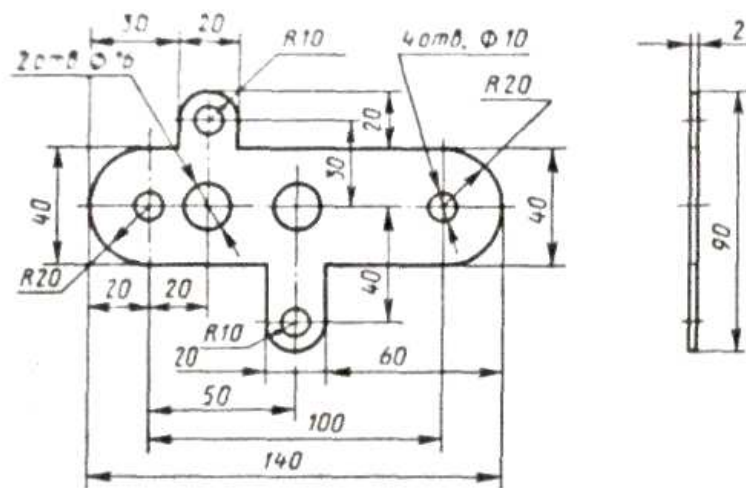

Рис. 31
2. Разработайте технологический процесс изготовления детали (рис. 31) методом холодной листовой штамповки. При выполнении работы следует: установить технологические операции, необходимые для получения детали; определить размеры заготовки; установить вид исходного материала, привести его химический состав и механические свойства; привести схему раскроя и определить коэффициент